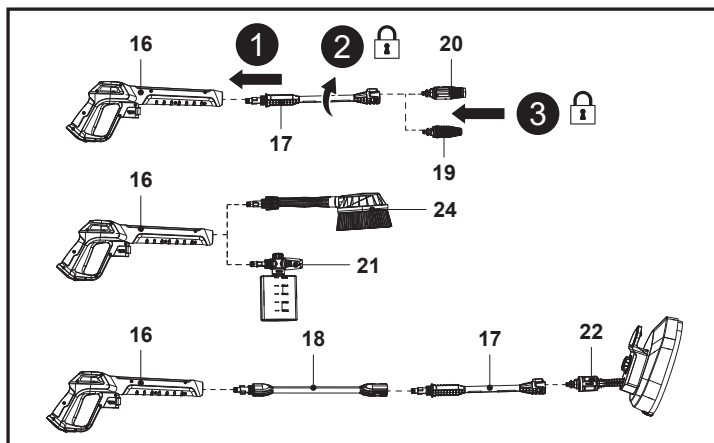

Fig. 5
1. Alinhe e insira a lança de extensão (17) na ranhura da pistola de pulverização (16) (Fig. 5, passo 1).
2. Empurre e rode a lança de extensão (17) para a direita para a pistola de pulverização (16) até que fique bem apertada à mão para a bloquear no devido lugar (Fig. 5, passo 2).
3. Alinhe as duas patilhas do bocal com as ranhuras da lança de extensão (17) e, em seguida, introduza o bocal turbo (19) ou o bocal variável (20) até à extremidade (Fig. 5, passo 3).
- Alinhe os dois bocais do recipiente de detergente (21) ou da escova rotativa (24) com a pistola de pulverização (16) e, em seguida, empurre e rode o bocal do recipiente de detergente (21) ou da escova rotativa (24) para a direita para a pistola de pulverização (16) até ficar bem apertado à mão para o fixar na posição correta.
- Pode montar a escova para pátio (22) na lança de extensão (17) e, em seguida, montar a combinação diretamente na pistola de pulverização (16) ou através do cabo extensor (18).